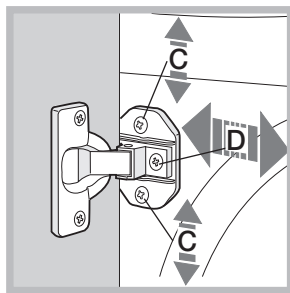

Рис. 7
– Чтобы отрегулировать положение деревянной панели и в вертикальном, и в горизонтальном направлениях, используйте винты **C** и **D**, как показано на рис. 7.